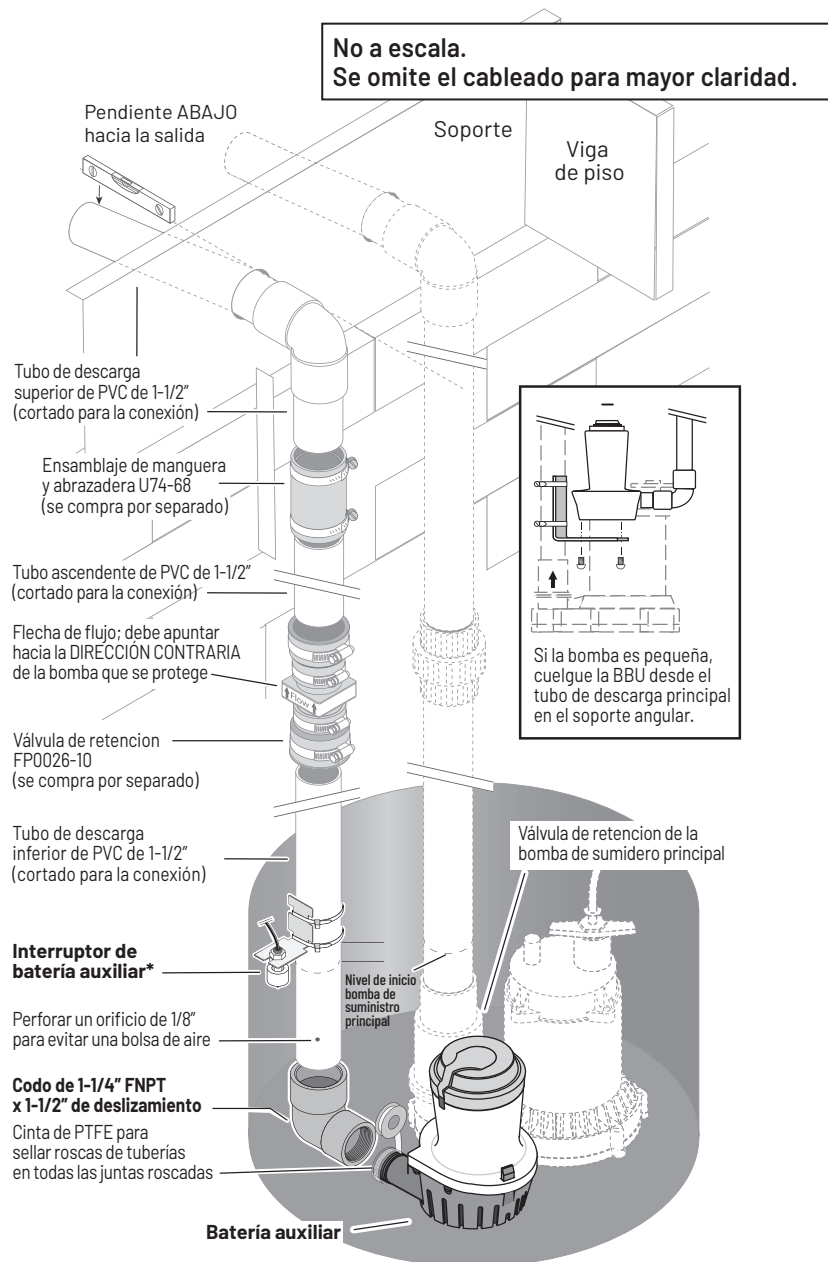

FIGURA 2: DESCARGA SEPARADA - INSTALACIÓN TÍPICA
- Consulte las páginas de la 5 a la 8 para decidir el método de instalación que le conviene. Se recomienda la instalación de "Descarga separada" (Figura 2).
Coloque la bomba auxiliar en el soporte angular (Figura 2).
El método de instalación fácil recomienda instalar las dos bombas en el piso del pozo del sumidero. Ver Figura 2. El diámetro mínimo requerido de la fosa séptica en la parte inferior del pozo y la profundidad recomendada de la fosa séptica es de 18".